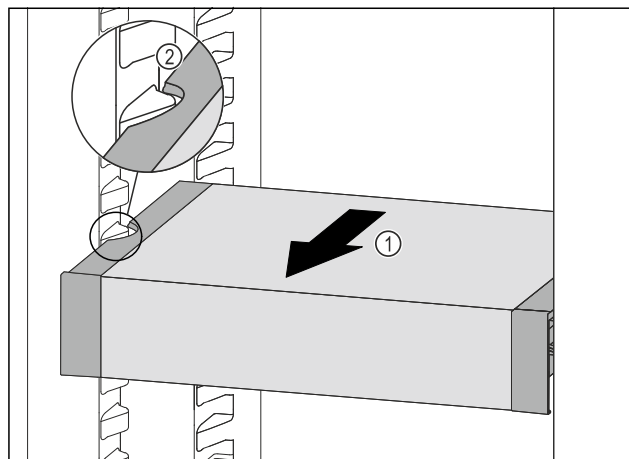

Fig. 82
- ▶ VarioSafe ťahajte dopredu Fig. 82 (1), dokým sa bočné vybrania VarioSafe nebudú nachádzať vo výške rebra nádoby v chladničke. Fig. 82 (2)